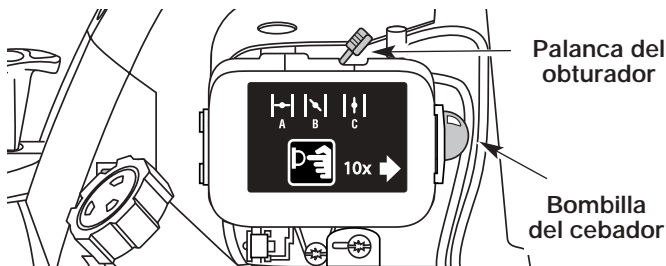
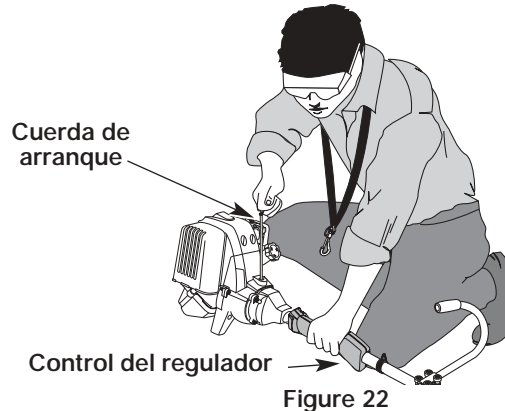

Figure 21
Figure 22
4. Coloque la palanca del obturador en posición de obturación **COMPLETA (FULL) (A) [—]** (Fig. 21).
**NOTA:** Deslice la palanca del obturador directamente sobre el símbolo adecuado en la calcomanía de la cubierta del filtro de aire (Fig. 21).
5. Oprima por completo y suelte la bombilla del cebador lentamente 10 veces. Debe poder sentir y ver la gasolina en la bombilla (Fig. 21). Si no ha entrado gasolina en la bombilla, oprima tres veces más, o hasta que lo haga.
7. Con la unidad en posición de arranque, tire de la cuerda de arranque rápidamente cinco veces en la posición de obturación **COMPLETA (FULL) (A) [—]**. Si el motor intenta arrancar antes del quinto tirón, proceda con el paso 8.
8. Mueva la palanca del obturador a la posición de obturación **PARCIAL (B) [—|]** (Fig. 21).
**NOTA:** El motor no funcionará en la posición de obturación **COMPLETA (A) [—]**.
**ADVERTENCIA:** Evite los arranques accidentales. Colóquese en posición de inicio cuando tire de la cuerda de arranque (Fig. 22). El operador y la unidad deben estar en una posición estable al arrancar la unidad para evitar graves lesiones personales.
2. Mueva la palanca del obturador a la posición de **PARCIAL (B) [—|]** (Fig. 21).
3. Oprima por completo y suelte la bombilla del cebador lentamente 10 veces. Debe poder sentir y ver la gasolina en la bombilla (Fig. 21). Si no ha entrado gasolina en la bombilla, oprima tres veces más, o hasta que lo haga.
5. Con la unidad en posición de arranque (Fig. 22), tire de la cuerda de arranque rápidamente hasta que el motor arranque.
6. Cuando el motor arranca, mueva la palanca del obturador a la posición de **MARCHA (RUN) (C) [—|]**, y hágalo funcionar con regulación máxima durante 30 segundos.
1. Saque su mano del control del regulador (Fig. 22). Deje que el motor funcione en mínima.